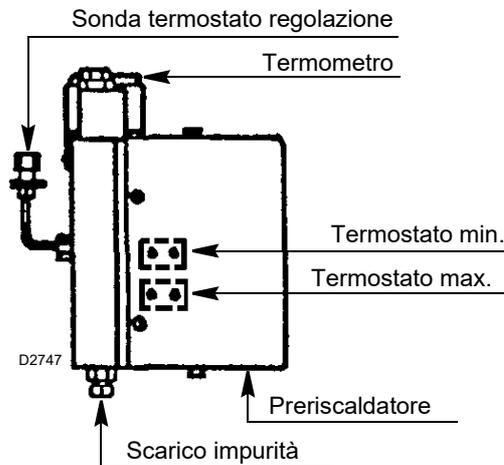

Fig. 21
**Il termostato di minima** (Fig. 21), oltre ad arrestare il bruciatore nel caso la temperatura del combustibile scenda sotto un valore critico per una buona combustione, dà il consenso alla fase di avviamento del bruciatore. (Viene tarato in fabbrica a circa 80 °C la sua regolazione è accessibile togliendo il coperchio del preriscaldatore e la relativa piastra).
**Il termostato di massima** (Fig. 21), disinserisce le resistenze quando, a causa di guasto del termostato di regolazione, si registra un sensibile aumento della temperatura nel preriscaldatore, l'eventuale segnalazione di allarme (alta temperatura) è prelevabile dalla morsettiera del bruciatore. (Viene tarato in fabbrica a circa 180 °C).